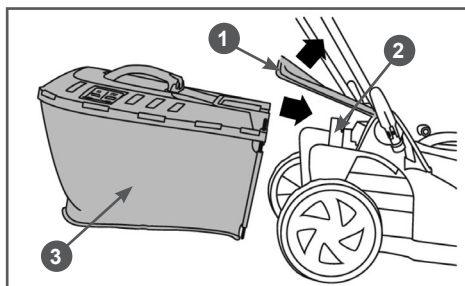

Рис. 7 Установка травосборника
7. Поднимите заднюю крышку деки 1 и установите травосборник 3 на специальные выступы 2 на корпусе газонокосилки, как показано на Рис. 7.